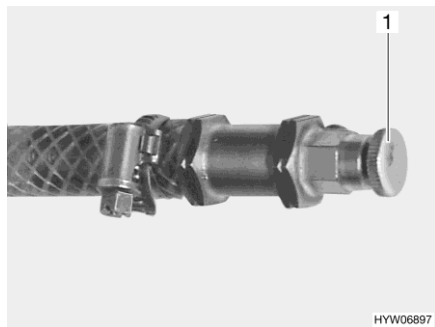

Fig. 293 Válvula de purga de la calefacción de agua caliente
- Abrir la válvula de purga (Fig. 293,1) y dejarla abierta hasta que deje de salir aire.